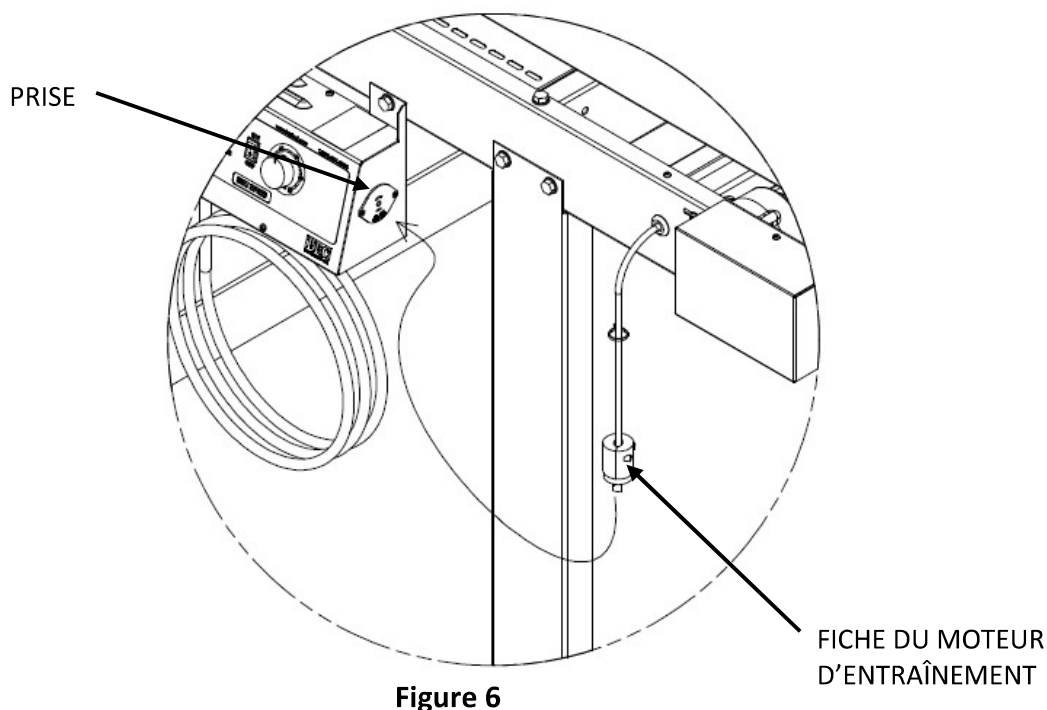

Figure 6
2. Insérez la **FICHE DU MOTEUR D'ENTRAÎNEMENT** dans la **PRISE** du **PANNEAU DE COMMANDE**. Tournez la **FICHE** pour la verrouiller en place (voir **Figure 6**).